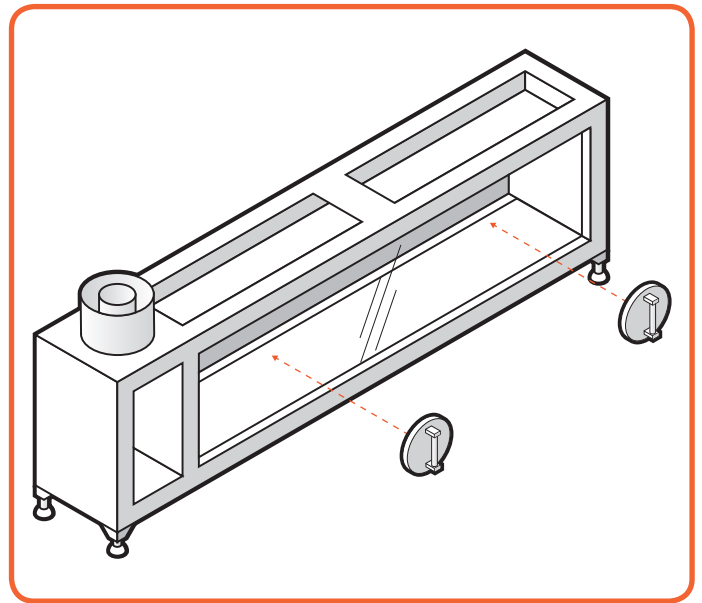

Abbildung 10.5 - Anlegen der Saugnapfe
- Setzen Sie den Saugnapf auf die Scheibe und vergewissern Sie sich, dass er sich fest angesogen hat und sich nicht löst (**Abbildung 10.5**).